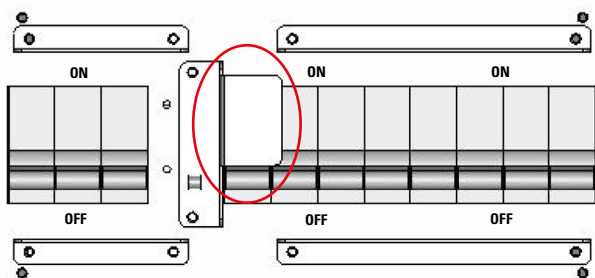

Fig. 59. Bloqueo mecánico del interruptor de bypass de mantenimiento del SAI.
3. Retirar el bloqueo mecánico del interruptor de bypass manual del SAI (Q5) (solamente para equipos en formato torre): destornillar los tornillos provistos, y retirar la tapa metálica (ver Fig. 59).
10. Reponer el bloqueo mecánico del interruptor de bypass manual del SAI (solamente para equipos en formato torre): atornillar la tapa metálica con los tornillos provistos (ver Fig. 59).